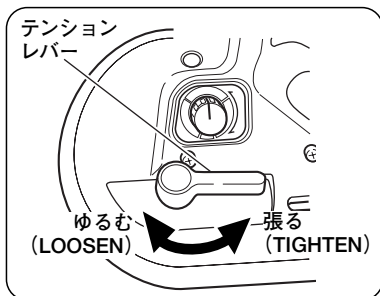

図 30
- (2) テンションレバーを図 30 のゆるむ方向に回転させます。(図 30)
- (5) テンションレバーを、前ページの図 30 の張る方向に回転させ、帯のこを張ります。